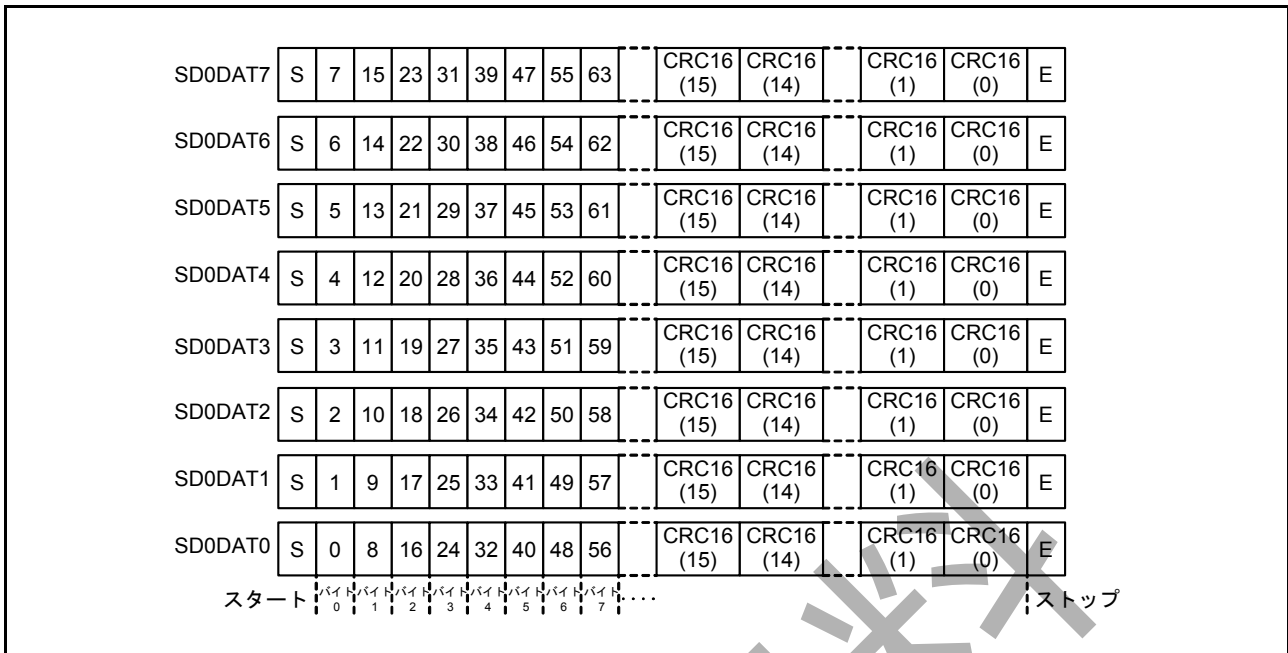

図 37.4 8ビット幅モードのSD0DAT
2. 受信データがMMCホストインタフェースのSD\_BUFに格納される。図 37.4 を参照。